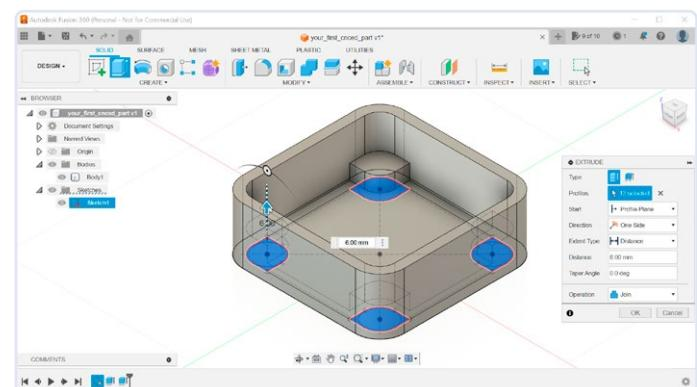

Figure 12. Extrusion des quatre supports.
12. Nous pouvons maintenant, à nouveau, terminer l'édition du sketch en cliquant sur le bouton *Finish Sketch*, et nous pouvons extruder les supports. Comme le corps est visible, il peut être difficile de sélectionner les différentes faces du sketch. Une solution plus facile est de cacher temporairement *Body1* du navigateur, sélectionner l'outil *Extrude* (**figure 12**), et sélectionner les formes du sketch. Cependant, avant d'extruder, vous devez montrer *Body1* pour que les supports soient connectés avec ce corps. La distance devrait être de 6 mm, et, dans la boîte de dialogue *Extrude*, assurez-vous que la fonction *Operation* soit sur *Join*.